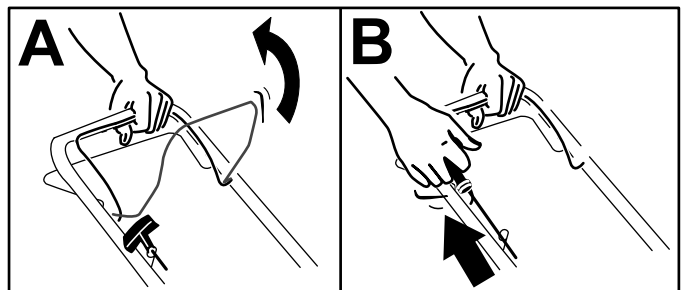

Bild 13
1. Drücken Sie den Schaltbügel gegen den Holm (A in Bild 13).
2. Ziehen Sie am Rücklaufstartergriff (B in Bild 13).